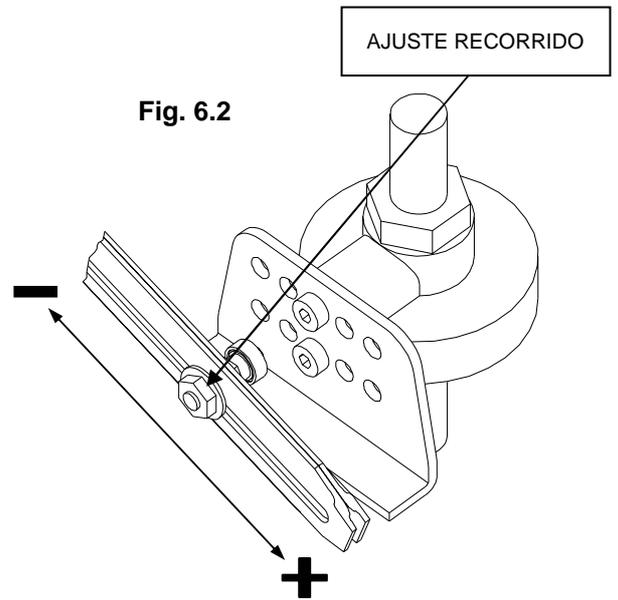

Fig. 6.2
3. Enviar una señal de 20mA (ó 15psi), y controlar que el vástago del obturador cumpla con el recorrido deseado. En caso contrario actuar sobre el perno corredizo (ver Fig. 6.2). Controlar el indicador de recorrido del actuador.